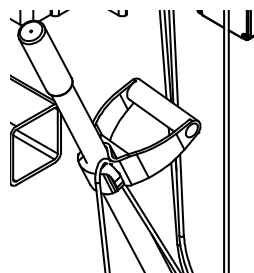

Figure 12
- e. Faire passer le câble à travers la poignée centrale afin qu'il soit maintenu à l'écart de la cale et de la roue durant l'utilisation. Voir Figure 12.